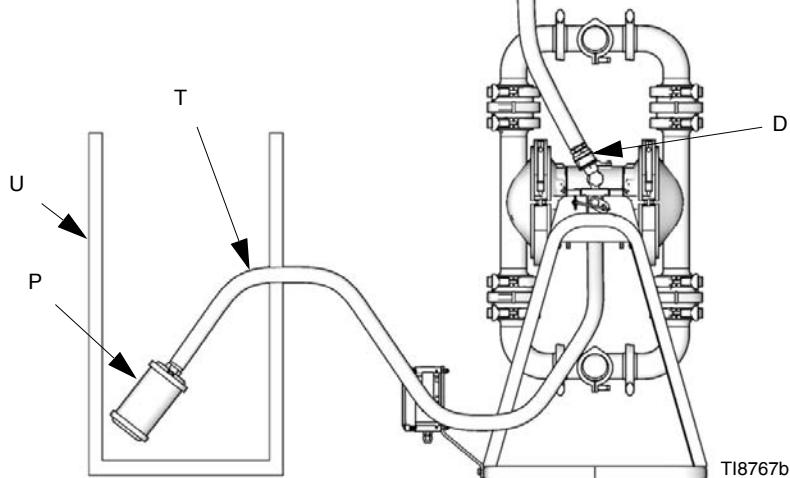

Рис. 5. Удаление отработанного воздуха
Поломка мембранны может привести к попаданию перекачиваемой жидкости в выпускаемый воздух. Установите подходящую емкость для сбора жидкости у выпускного отверстия воздухопровода. См. Рис. 5.
- Снимите шумоглушитель (P) с выпускного отверстия насоса для воздуха. См. Рис. 5.
- Подсоедините к насосу заземленный шланг (T) для выпуска воздуха и подключите к концу шланга шумоглушитель (P). Минимальный внутренний диаметр выпускного шланга для воздуха составляет 19 мм. Если длина необходимого вам шланга превышает 4,57 м (15 футов), используйте шланг большего диаметра. Избегайте резких изгибов или изломов шланга.
- Установите заземленную емкость (U) для сбора жидкости у конца выпускного трубопровода для воздуха на случай повреждения мембранны. См. Рис. 5.